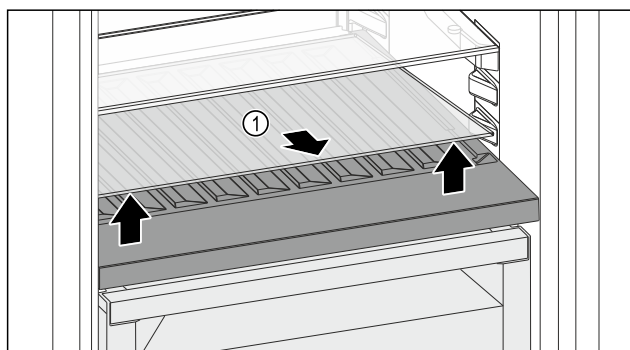

Fig. 161
- ▶ Sollevare il ripiano di vetro Fig. 161 (1) dall'incavo anteriore e rimuoverlo.
- ▶ Conservare il ripiano di vetro Fig. 161 (1) fuori dall'apparecchio in un luogo sicuro.
- ▶ Inserire il ripiano di vetro (2) sotto il vano bottiglie variabile.